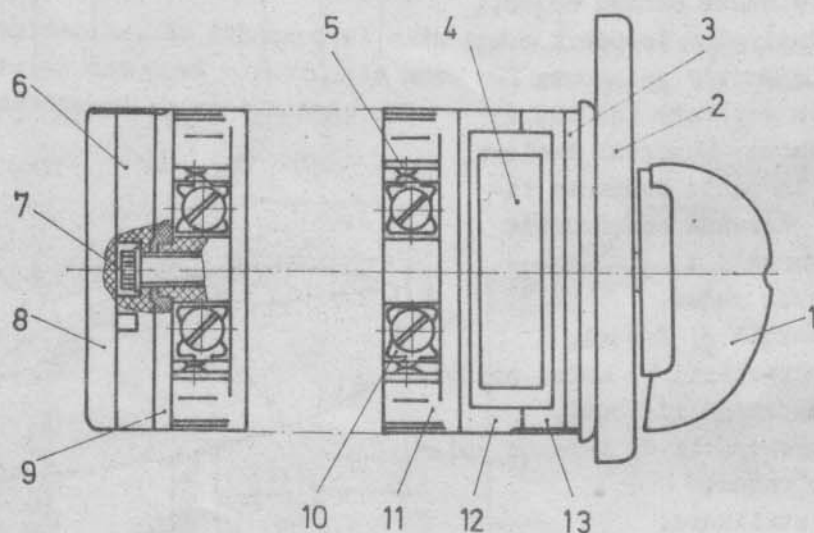

fig.1.05
a) Dispozitivul de sacadare permite trecerea camelor de pe o poziție pe alta, realizând așa-numitele poziții ferme de sacadare sau pozițiile cu revenire. Aceste poziții sînt la 60° , numărul lor variînd între 2 și 6. Dispozitivul de sacadare este fixat la partea superioară a comutatorului (Fig. 1.05).
mediul acestuia, camele de diverse profile. Plăcile frontale, cele intermediare, placa de capăt, împreună cu plăcile de etaj, sistemul și capacul sistemului de sacadare sînt fixate prin intermediul a două șuruburi speciale (Fig. 1.05). Placa izolantă (8) se fixează cu ajutorul unor pene din material plastic.